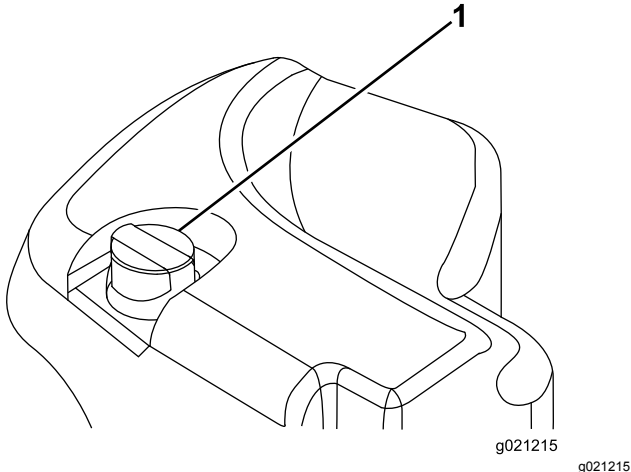

Figura 30
2. Pulite attorno al collo del bocchettone e del tappo del serbatoio idraulico (Figura 30). Togliete il tappo dal collo del bocchettone.